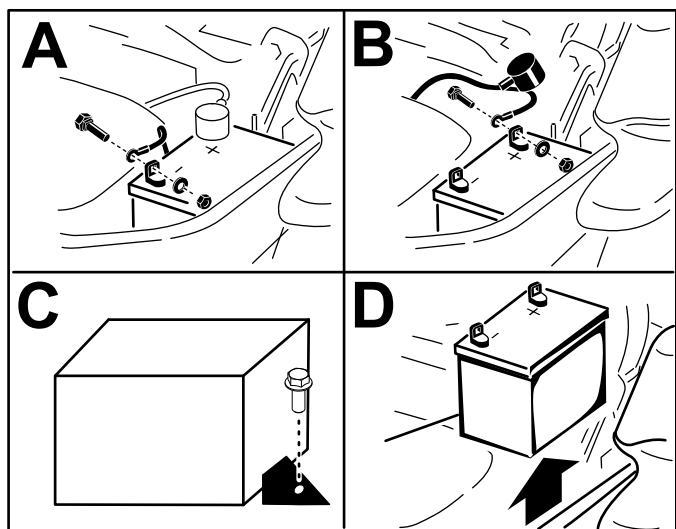

Figura 75
5. Rimuovete la batteria come illustrato nella Figura 75.